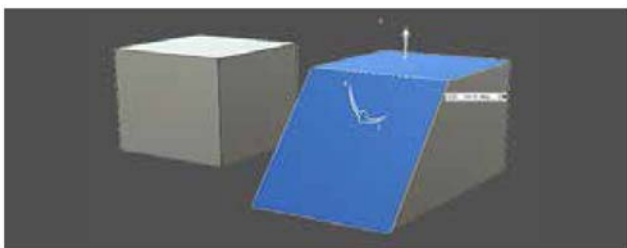

图 2-71
(6) **拔模**: 对平整面应用固定拔模斜度或分模线拔模斜度。选择拉伸方向、分模工具和要拔模得面, 然后指定拔模斜度, 如图 2-71 所示。